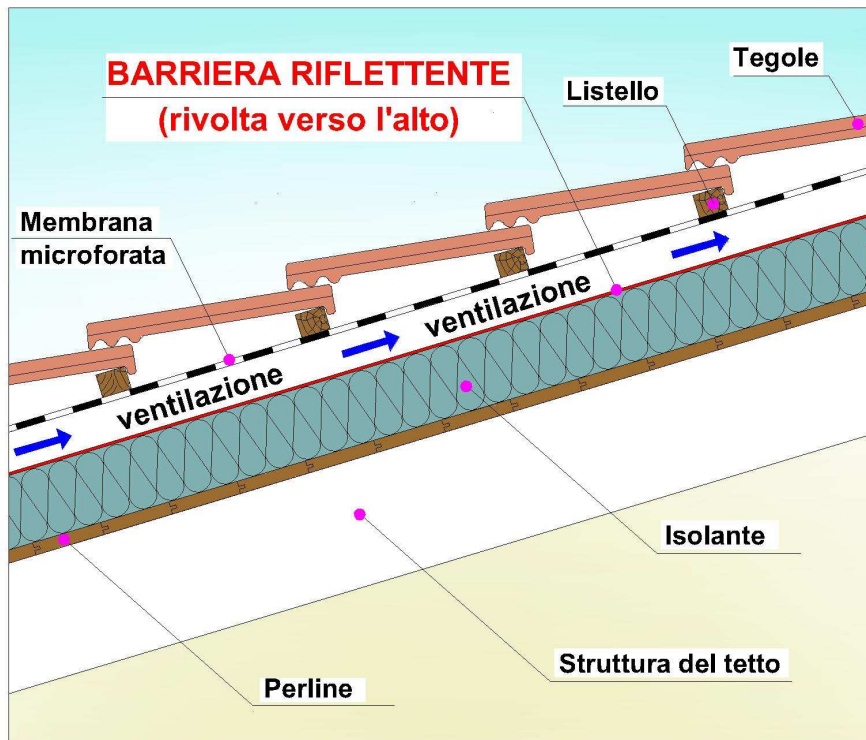
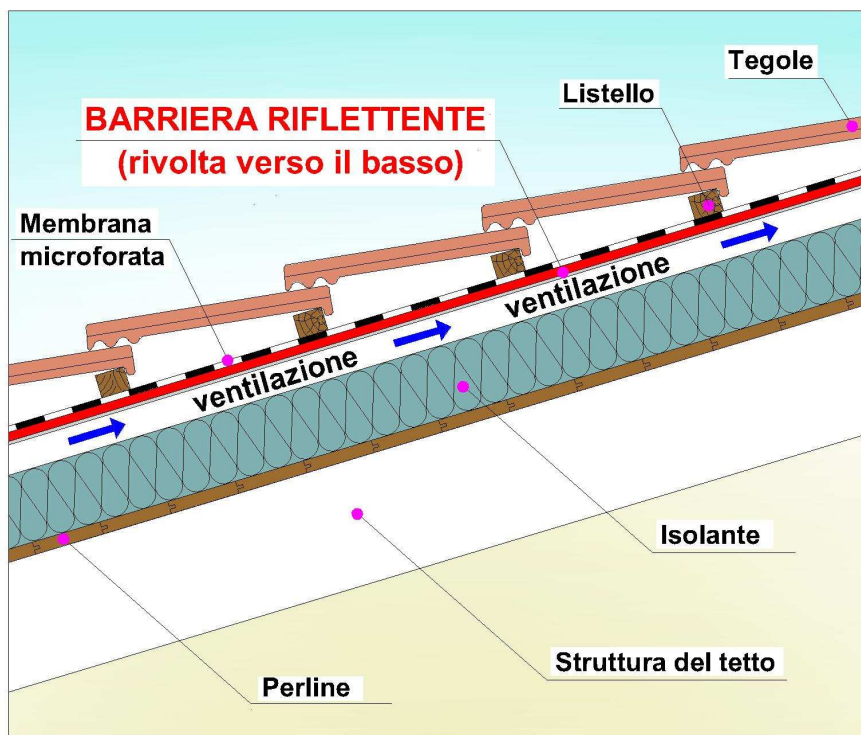

Fig.1. Montaggio della Barriera Radiante sopra l'isolante convenzionale
Fig.2 Montaggio della Barriera Radiante sopra lo strato di ventilazione (da preferire)
Vi sono sostanzialmente due modi per installare una Barriera Radiante. Il primo, schematizzato nella Fig.1, è quello di distenderla sopra il convenzionale isolante, con la faccia riflettente rivolta verso l'alto. Sopra la barriera si dovrà a questo punto lasciare un adeguato spazio di areazione, tipico dei tetti ventilati, sopra il quale verrà posto l'eventuale secondo tavolato (raccomandato da molti esperti del settore), e infine le tegole. Questo modo di installazione è tipico dei prodotti forniti con substrato flessibile, noti anche "isolanti riflettenti" o "teli riflettenti".
Un modo alternativo ma, come vedremo, più efficace e più pratico di posizionare la Barriera Radiante è quella di porla sopra lo strato di ventilazione, e con la faccia riflettente rivolta verso il basso, come mostrato in Fig. 2. Questo metodo di installazione è tipico dei prodotti forniti su supporti rigidi, quali pannelli OSB o *Plywood*.
schematizzato in Fig. 2. In questo caso la Barriera si scalda a contatto con le tegole ma riduce di più del 95% il calore che verrebbe irradiato dalle tegole senza Barriera Radiante.
- **Evitare il deposito di polvere sulla parte riflettente.** E' bene ricordare che misure di laboratorio indicano chiaramente che la polvere depositata sulla superficie di fogli di alluminio incrementa l'emissività (e riduce di conseguenza la riflessività). Barriere Radianti posizionate direttamente sopra l'isolante e con la faccia riflettente rivolta verso l'alto (come in Fig. 1) sono più soggette al deposito di polvere, mentre le Barriere Radiante posizionate sopra lo strato di ventilazione e con lo strato riflettente verso il basso (come in Fig. 2) rimarranno pulite nel tempo. Appena installate, le Barriere Radianti mostrano un
comportamento pressoché identico nei due casi, ma col passare del tempo alcuni studi indicano che la soluzione mostrata in Fig. 1 perda fino al 50% della sua efficacia a causa della polvere che si deposita. Il *Florida Solar Energy Center* a questo proposito sconsiglia vivamente di posizionare la Barriera Radiante sopra l'isolante, ma raccomanda la soluzione di Fig.2.
- **Facilità di montaggio e resistenza del materiale.** Posizionare una superficie altamente riflettente rivolta verso l'alto su un tetto in estate può essere difficoltoso in quanto esso è come uno specchio e può dare fastidio ai montatori. Inoltre, se l'alluminio è fornito su supporti poco resistenti, durante la posa e le successive operazioni di montaggio del tetto i fogli possono strapparsi o comunque rovinarsi e quindi diventare inutili. Anche per questo aspetto la soluzione mostrata in Fig. 2 si dimostra quindi preferibile.